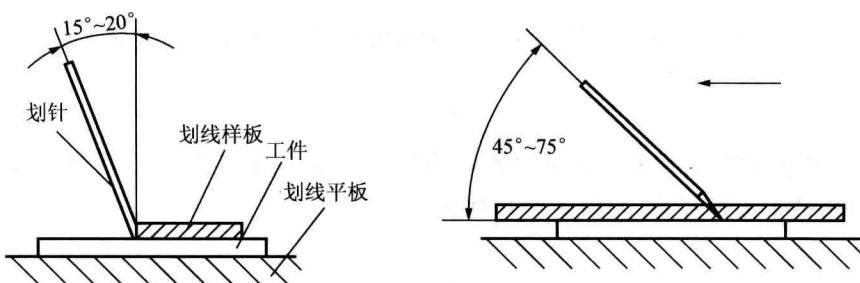

图1-16 划针用法
(2) 使用方法。划线时,划针尖要紧贴导向工具的边缘,压紧导向工具,避免滑动面影响划线的准确性。划针的握法与用铅笔划线相似,上端向外倾斜约 $15^{\circ}\sim20^{\circ}$,向划线方向倾斜约 $45^{\circ}\sim75^{\circ}$,如图1-16所示。在划线过程中要尽量一次划成,使划出的线条既清晰又准确。不要重复划线,否则线条变粗,划线模糊不清。此外,还要保持针尖尖锐,只有锋利的针尖才能划出准确清晰的线条。钢丝制成的划针用钝后重磨时,要经常浸入水中冷却,以防退火变软。不用时,划针不能插在衣袋中,最好套上塑料管以防针尖外露。